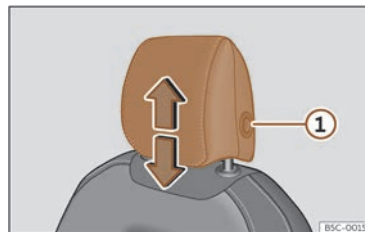
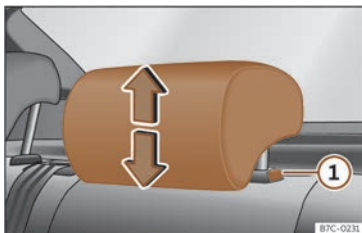

Fig. 99 Siège avant : réglage de l'appui-tête.
Fig. 100 Appuie-tête arrière : réglage de l'appuie-tête.
- Saisissez l'appuie-tête des deux côtés avec les mains puis poussez-le vers le haut jusqu'à ce qu'il s'enclenche dans la position désirée. Pour le rabaisser, faites de même en appuyant sur le bouton latéral ① >>> fig. 99, >>> fig. 100.